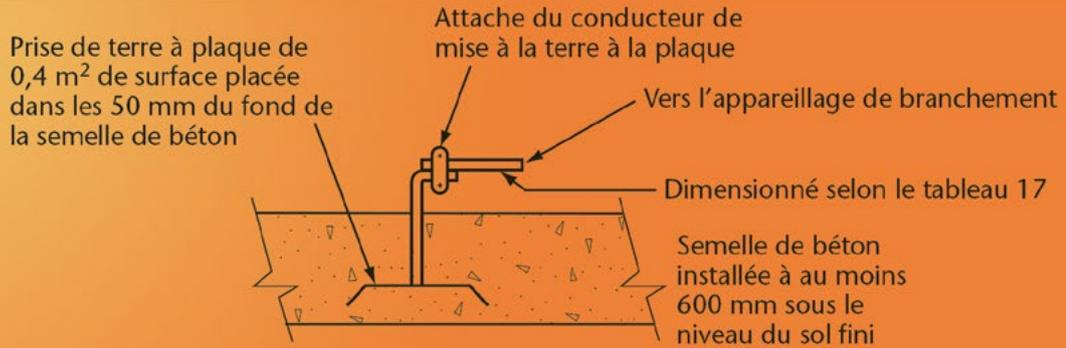

Figure 3 Prise de terre à plaque dans la semelle de béton de la fondation - Source : Guide explicatif du code canadien de l'électricité 2009
La prise de terre pour assemblage à pied d'œuvre dans une semelle de béton en contact direct avec la terre doit être fait avec un conducteur en cuivre nu d'une longueur d'au moins six (6) mètres de grosseur indiquée au tableau 43 « Grosseur minimale des conducteurs pour prises de terre noyées dans le béton ». Le conducteur nu doit être noyé dans les 50 mm de fond de la semelle de béton en contact direct avec la terre, à une profondeur d'au moins 600 mm sous le niveau du sol fini. (figure 3)